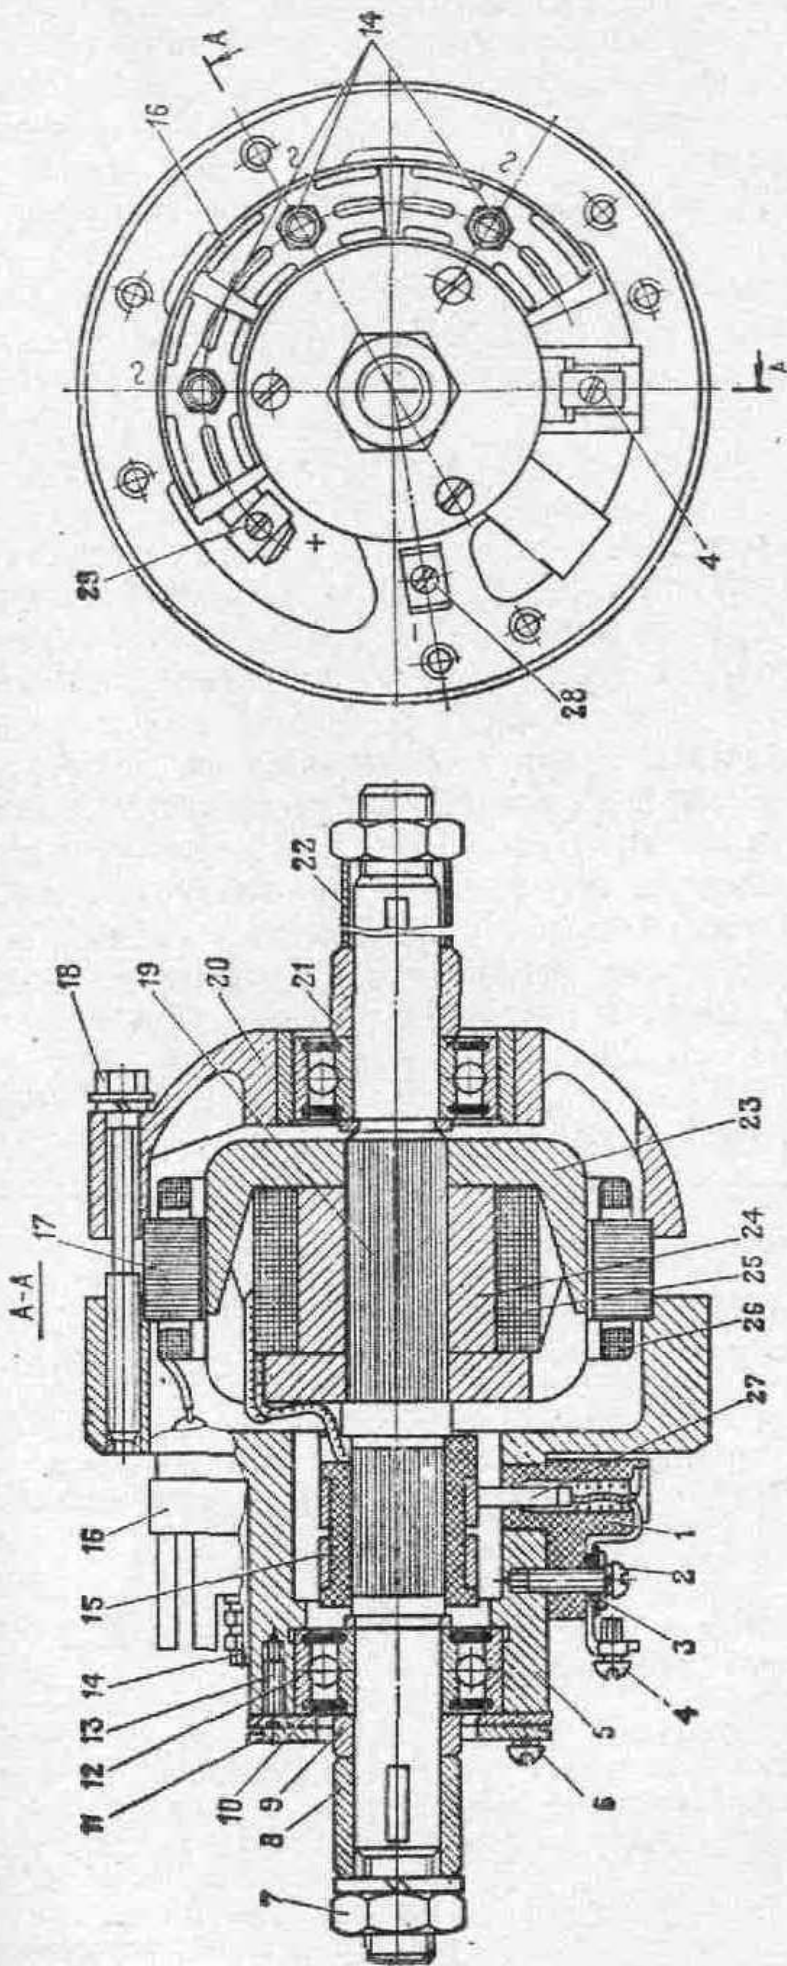

Рис. 88. Генератор Г502-А:
Генератор состоит из статора, ротора 19 (рис. 88), крышки 5 со стороны контактных колец, щеткодержателя 1, выпрямительного блока 16, крышки 20.
3) отверните три гайки выводных контактов обмотки статора, снимите выпрямительный блок, отверните болты 18 (рис. 88), снимите крышку 20 и статор с выводами. При снятии статора выводы 14 фаз передвиньте вслед за статором. Отверните винты 2, снимите щеткодержатель 1 вместе со щетками 27;